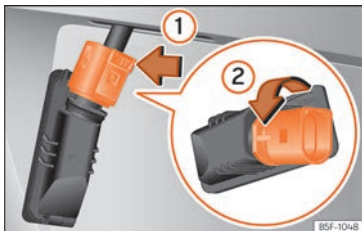

Abb. 73 Kennzeichenleuchte: Lampenhalter ausbauen.
- Auf die Verriegelung des Anschlusssteckers in Pfeilrichtung » **Abb. 73** ① drücken und den Anschlussstecker abziehen.
- Lampenhalter in Pfeilrichtung » **Abb. 73** ② drehen und mit der Glühlampe herausziehen.
- Lampenhalter in die Kennzeichenleuchte einsetzen und entgegen der Pfeilrichtung » **Abb. 73** ② bis zum Anschlag drehen.